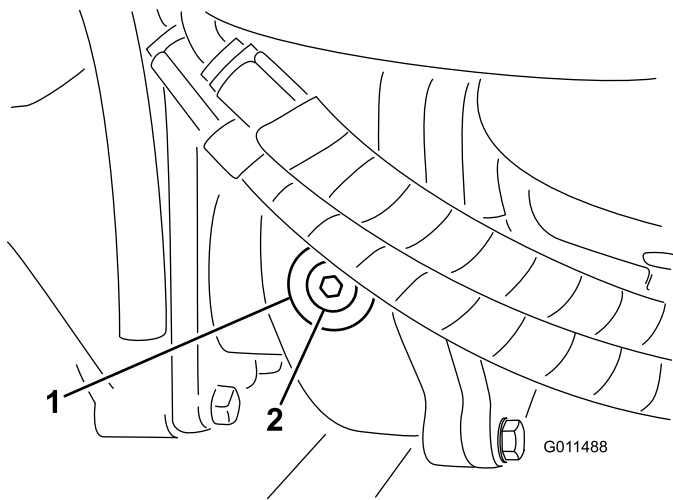

Figura 74
2. Demontujte zátku kontrolního/plnicího otvoru na levé straně převodové skříně a zkontrolujte, zda hladina oleje sahá ke spodnímu okraji otvoru (Figura 74).